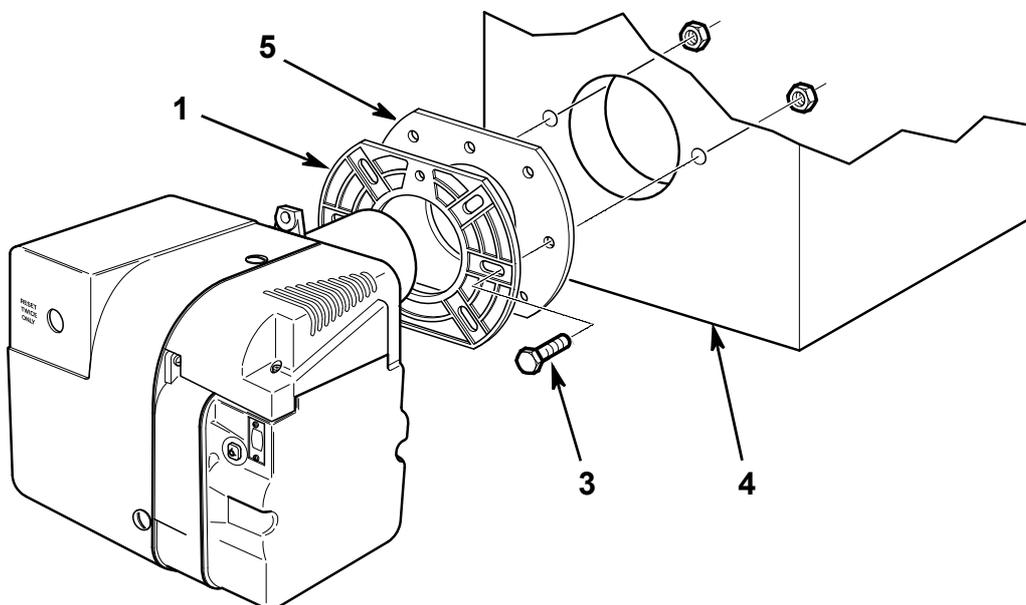

Abb. 8
- Befestigen Sie den Flansch 1) mit den beigepackten Muttern 3) am Gerät 4), achten Sie darauf die Dichtung 5) einzusetzen, wie in Abb. 8 dargestellt.
- Bringen Sie die Befestigungsmutter 8)(Abb. 8) an der Schraube 6) an.
Die Vakuum Einrohr-Anlagen (Abb. 8) weisen einen negativen Brennstoffdruck (Unterdruck) am Brenneingang auf. Normalerweise liegt der Tank niedriger als der Brenner.
Bei der in Abb. 8 dargestellten Anlage den Brenner zünden und das Auffüllen abwarten. Sollte vor Eintritt des Brennstoffes eine Störabschaltung erfolgen, mindestens 20 Sekunden warten und danach den Vorgang wiederholen.